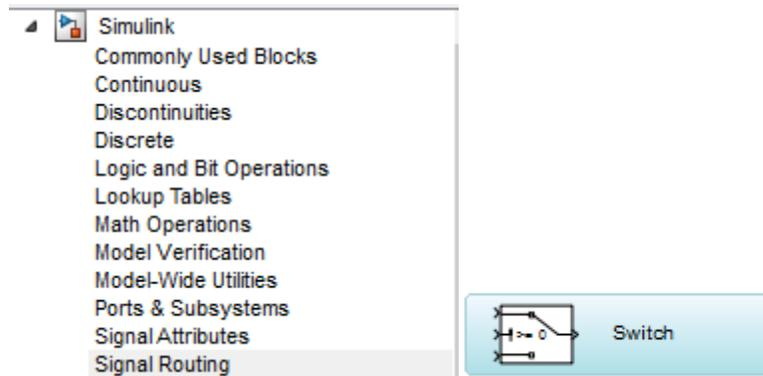

Figure 23 : Bloc Simulink pour Switch
- glisser le bloc « *Switch* » qui se situe dans la section « *Signal Routing* » (figure 23).